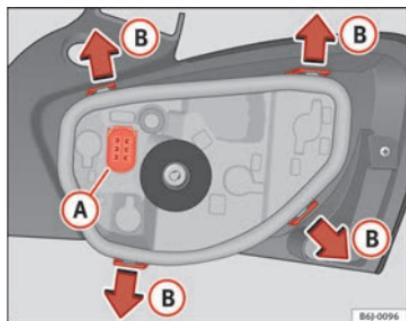

Fig. 177 Cambio lámparas luces posteriores
- Retire el portalámparas, separándolo de la carcasa. Presione para ello las pestañas (B) en el sentido de las flechas ⇒ fig. 177.